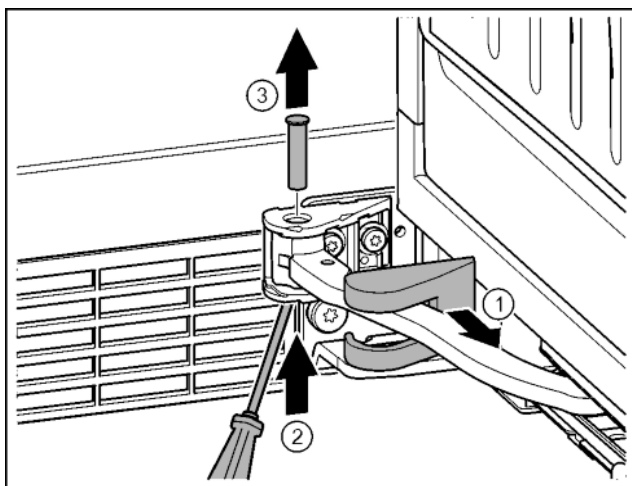

Fig. 18
- ▶ Stáhněte kryt stojanu ložiska a posuňte podél kloubu. Fig. 18 (1)
- ▶ Čep zespodu nadzvedněte prstem nebo šroubovákem. Fig. 18 (2)
- ▶ Šroubovákem zajed'te pod hlavu čepu a vytáhněte. Fig. 18 (3)